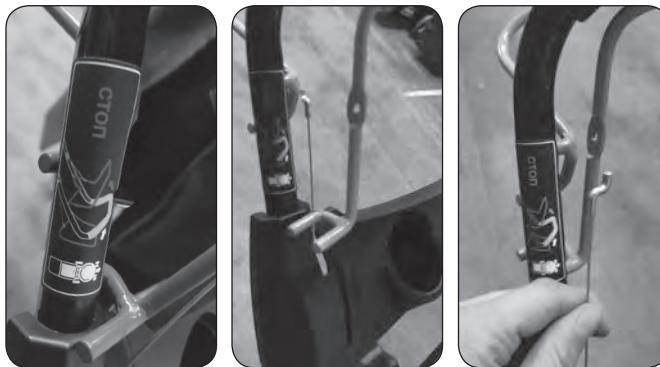

Рис. 11
- Освободите тросик рычага тормоза (рычаг останова) из металлической ручки, для этого достаньте металлическую ручку рычага тормоза из верхней части рукоятки (Рис.11).